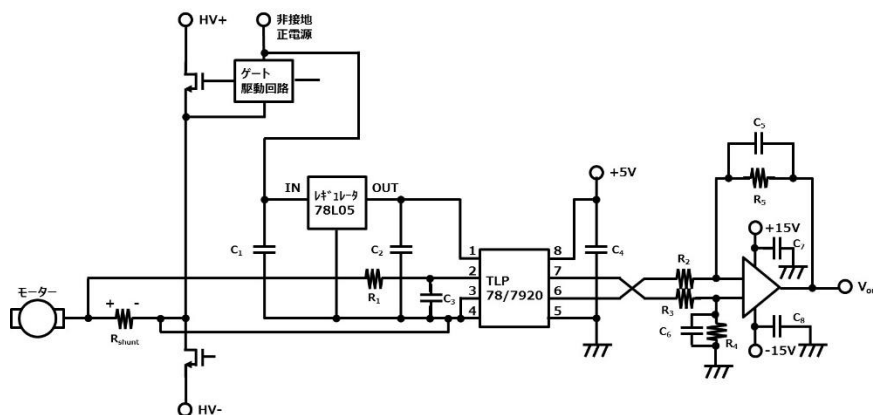

図 6. TLP7820/7920 を用いたモーター電流検出 応用回路
本項では、図 6 のモーター電流検出の応用回路を代表に、アイソレーションアンプの電流検出応用設計について述べます。
- a) V_{DD1}, V_{DD2} 電源端子には、できるだけ直近(10mm 以内推奨)に $0.1\mu\text{F}$ 以上のバイパスコンデンサーを接続してください(図 6 $C_{2,4}$)。このバイパスコンデンサーは、製品内部回路の高速安定動作に必要です。
- a) A/D変換器入力部には、クロック動作のスイッチトキャパシターを採用しております。動作追従・特性精度確保のため、入力端子に $0.01\mu\text{F}$ のバイパスコンデンサー付加を推奨します(図 6 C_3)。
- b) A/D変換器のエイリアス雑音による影響を防ぐため、入力端子部にアンチエイリアスローパスフィルターの形成を推奨します。これは、3-2a)項の入力端子バイパスコンデンサーに加え、直列抵抗(図 6 R_1)を追加することで形成できます。アンチエイリアスフィルターの設計値は、信号帯域幅以上かつナイキスト周波数以下となりますので、 $400\text{kHz}\sim 1\text{MHz}$ 程度の設計値を推奨します。